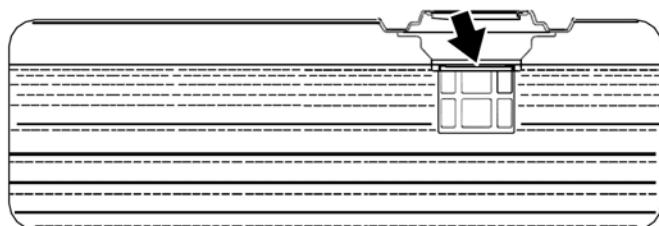

Figure 7 - Niveau maximal de remplissage d'essence
6. Ajouter lentement de l'essence dans le réservoir de carburant. Faire très attention à ne pas trop remplir le réservoir. Le niveau d'essence ne doit pas dépasser le col de remplissage (voir Figure 7). Faire très attention à ne pas trop remplir le réservoir.